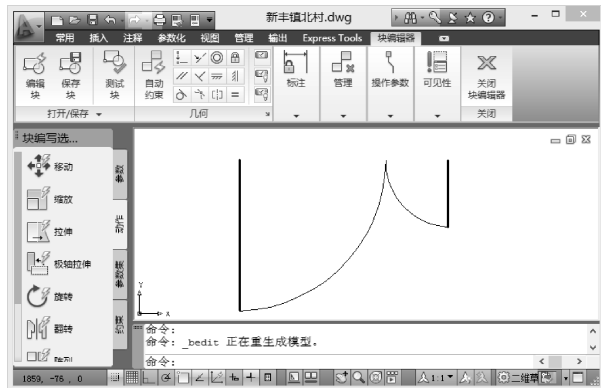

图 6-51 块编辑器
4) 在功能区单击“默认”选项卡→“块”面板→“编辑”按钮，在弹出的“块编辑定义”对话框中选择“子母双开门”图块，并单击“确定”按钮，进入“块编辑器”工作界面，如图 6-51 所示。